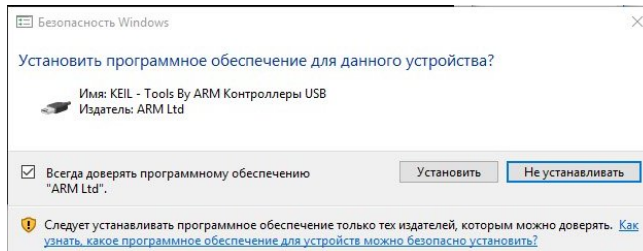

Рисунок 5
5.5.4 Разрешить установку ПО KEIL (см. рисунок 5).